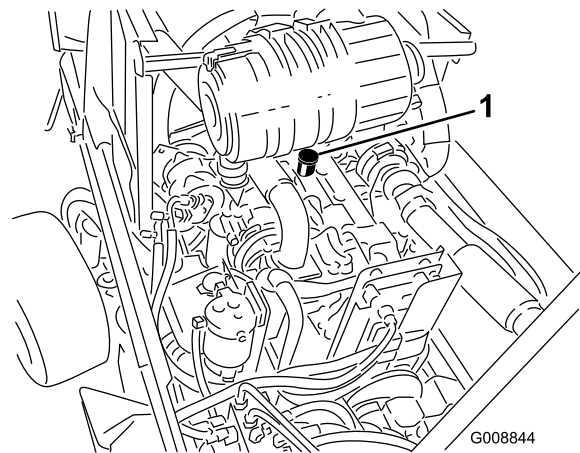

Figura 60
3. Si el nivel de aceite está por debajo de la marca bajo, retire el tapón de llenado y añada aceite hasta que el nivel llegue a la marca de lleno (Figura 60).